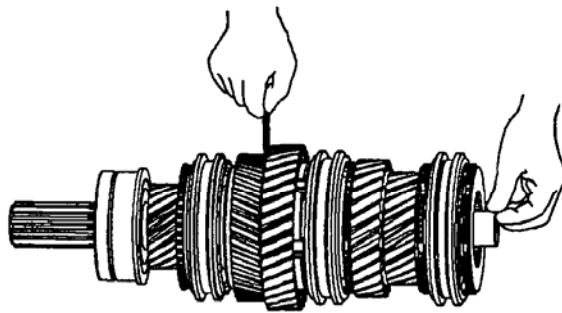

Рис. 6.32. Замер осевого перемещения шестерен 1 передачи и передачи заднего хода
29. При помощи щупа измерьте осевое перемещение шестерен 1 передачи и заднего хода, как показано на рис. 6.32.